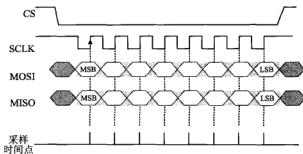

图 5.14.6 CPOL=1, CPHA=1
d) CPOL=1, CPHA=1 的情况如图 5.14.6 所示。
如图 5.14.6 所示,开始 SPI 接口处于空闲状态, SCLK 线保持在高电平状态。当 CS 跳变至低电平之后,开始数据传输。可以看到,数据在 SCLK 线的一个脉冲周期中的第 2 个边沿(此处是正跳变)得到传输。总结起来就是,当 CPOL=1 且 CPHA=1 时, SCLK 呈现负脉冲周期形式,数据在下降沿准备就绪,在上升得到存取。